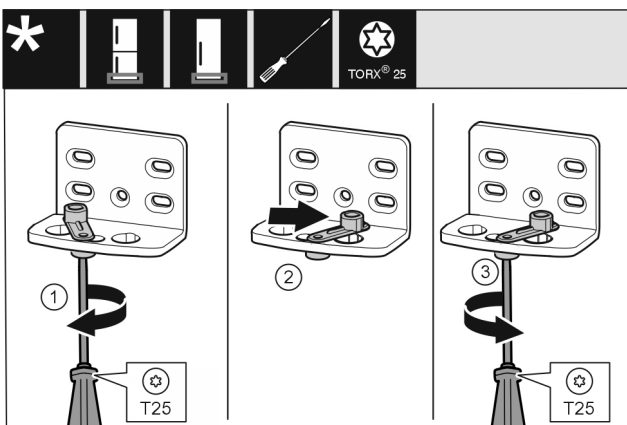

Fig. 13
- Visser sans serrer la vis Fig. 13 (1) avec un tournevis.
- Soulever l'aide à la fermeture de la porte Fig. 13 (2) et la tourner à 90° vers la droite dans l'alésage.
- Serrer la vis Fig. 13 (3) avec un tournevis.